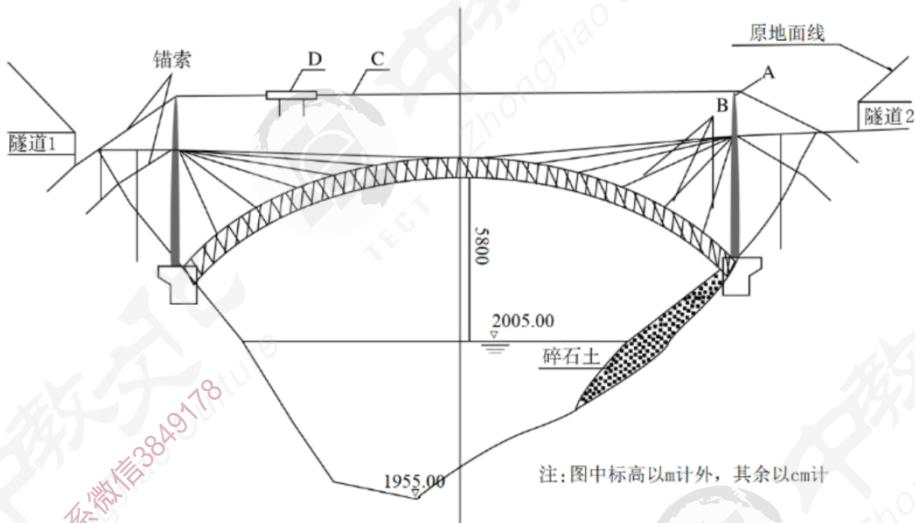

图 4 主拱肋缆索吊装示意图
事件一：施工单位在施工前进行了施工调查，根据桥位处水文、工程地质和地质情况，拟采用缆索吊装主拱肋施工方案，主拱肋缆索吊装示意图如图 4 所示。
- 2.写出图 4 中 A、B、C、D 对应的设备或结构名称。